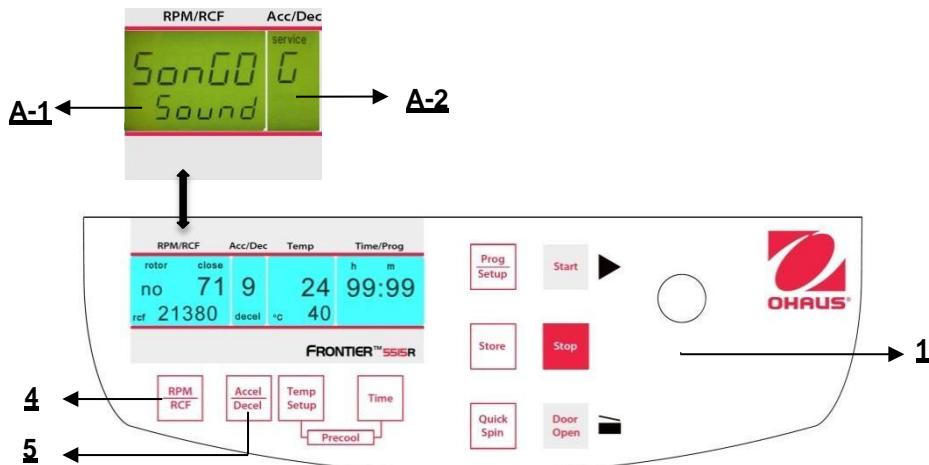

Figura 35
Procedere come descritto al punto 4.1.2 per inserire questa modalità programma e poi premere il tasto **"Accel/Decel"** (5). Sul display **"Acc/Dec" (A-2)** lampeggia la parola **"Service"**. Selezionare adesso la lettera **"G** con la manopola di regolazione (1). Di conseguenza, sul display **"RPM | RCF"** (A-1), appare la parola **"VSonGo/Sound"**. Dopo aver premuto il tasto **"RPM | RCF"** (4), è possibile selezionare una suoneria con la manopola di regolazione(1). (Vedere figura 35)